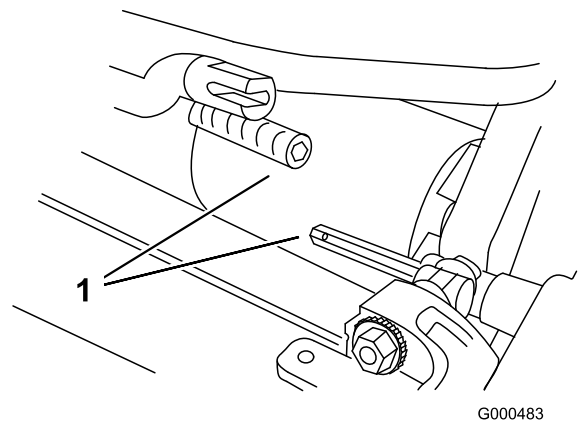

図 46
6. カッティングユニットを5 cmくらい引出し、次に右に引き出してトランスミッションのカップリング（図 46）を外す。